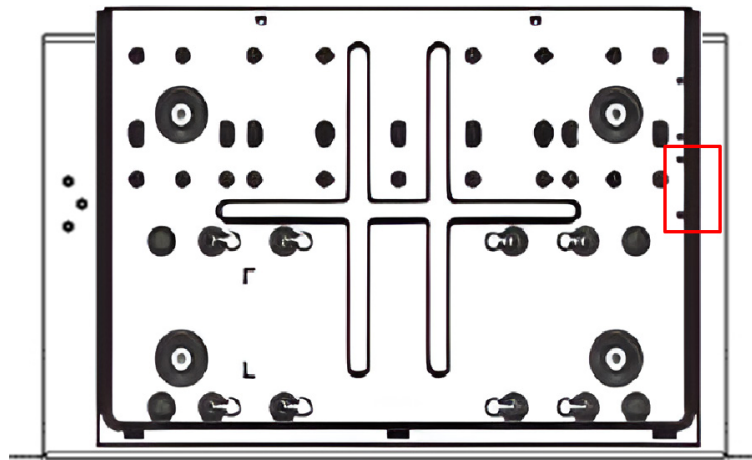

Рисунок 5.12 – Монтаж. Тип С
4. С помощью двух винтов M2,5, из комплекта поставки кронштейна, зафиксируйте видеорегистратор на кронштейне (Рисунок 5.12).